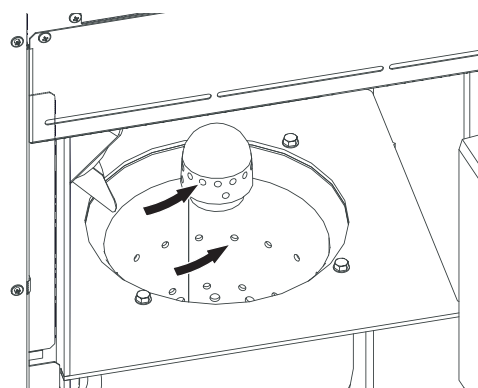

Fig. 57 Primärluftdorn vorsichtig reinigen, Sekundärluftlöcher im Brennertopf reinigen
- ▶ Primärluftdorn herausnehmen und Bohrungen gegebenenfalls mittels kleinem Schraubendreher bzw. Bohrer vorsichtig reinigen (Löcher müssen frei sein) – Fig. 57.
- ▶ Alle Sekundärluftlöcher im Brennertopf müssen frei sein – Fig. 57.